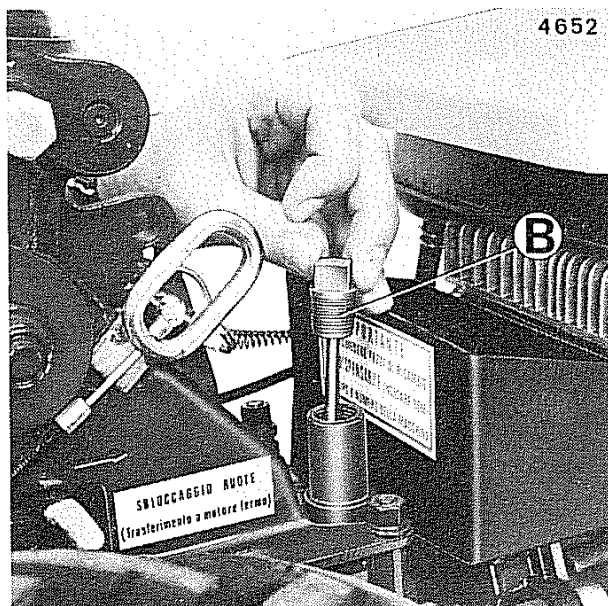

Fig. 15 - Immissione e livello olio.
Dopo il completo scarico dell'olio vecchio, introdurre dal tappo **B** (fig. 15) nuovo olio **ESSO GEAR OIL GX 85W-90** nella quantità di circa **2 Kg**.
N.B. - Il controllo del livello dell'olio va effettuato per mezzo dell'asta del tappo **B** (fig. 15) e tenendo la macchina in posizione orizzontale.